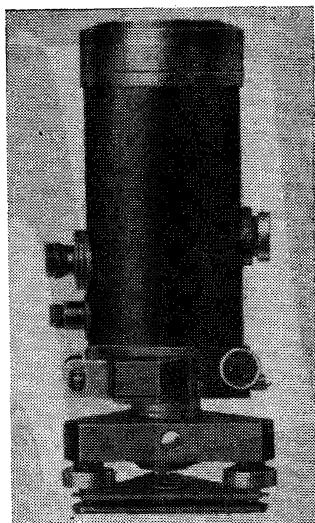

Рис. 32. Автоматический преемственный зенит-прибор PZL
5.14. Автоматический прецизионный зенит-прибор PZL (рис. 32) предназначен для вертикального переноса опорных точек и строительных осей. Применяется при производстве геодезических работ в строительстве.